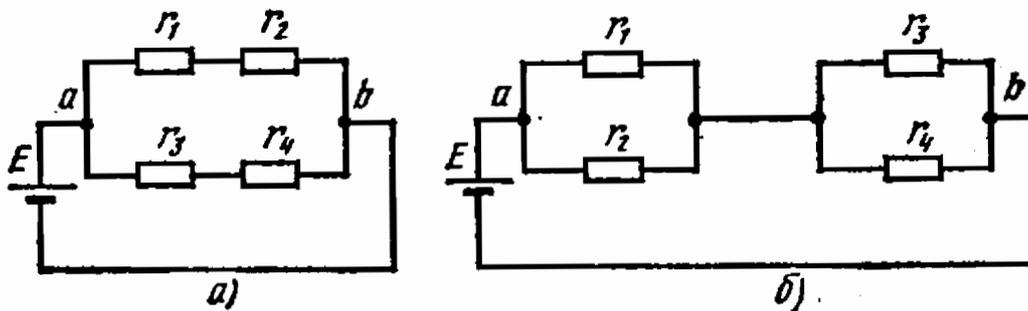

Рис. 1.17
1.17. Изменятся ли входное сопротивление цепи схемы рис. 1.17, а и мощность потребления энергии каждым сопротивлением цепи, если сопротивления $r_1 = r_2 = r_3 = r_4$ будут соединены по схеме 1.17, б?